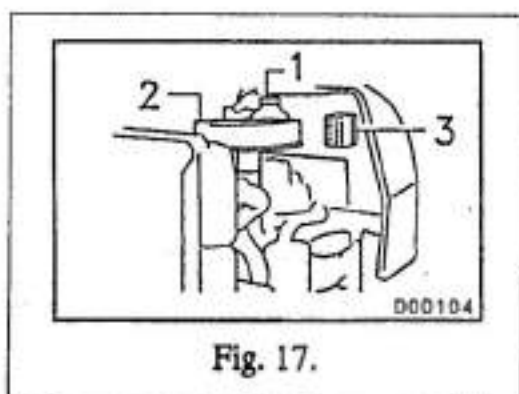

Fig. 17.
Alvorens een zekering te vervangen eerst de oorzaak opzoeken en herstellen. Alle zekeringen hebben een waarde van 10 A. De zekeringen zitten in een kastje rechts achteraan (zie nr. 3 fig. 17).
- c) Aan de voorkant moet de houder (fig. 15) bevestigd worden met het tussenstuk (fig. 17) dat in de plaats komt van de vijs (fig. 13)